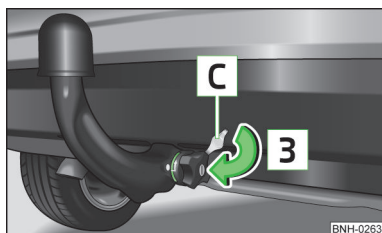

Fig. 108
- > Introduceți capacul **C** pe încuietoarea roțiței, în sensul săgeții **3** » fig. 108.